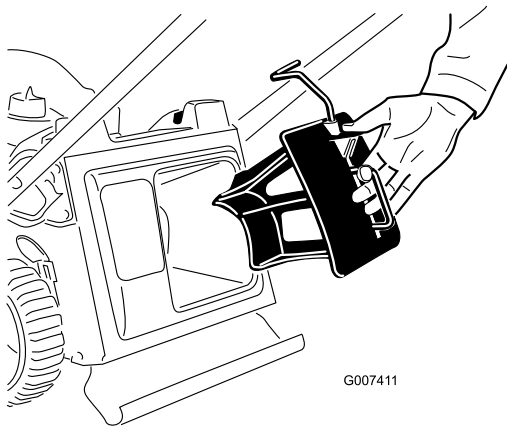

Bild 8
- Setzen Sie den Recycler-Verschluss in das Mähwerk ein, wenn er nicht schon eingebaut ist (Bild 8).